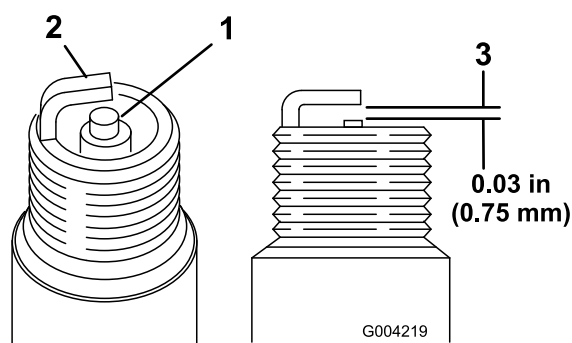

Figura 48
1. Uitați-vă la centrul ambelor bujii (Figura 48). Dacă izolatorul este maro deschis sau gri, motorul funcționează corect. Existența unui strat negru pe izolator semnifică de obicei faptul că filtrul de aer este murdar.
2. Verificai distanța dintre electrozii central și lateral (Figura 48).
3. Curbați electrodul lateral (Figura 48) dacă distanța nu este corectă.